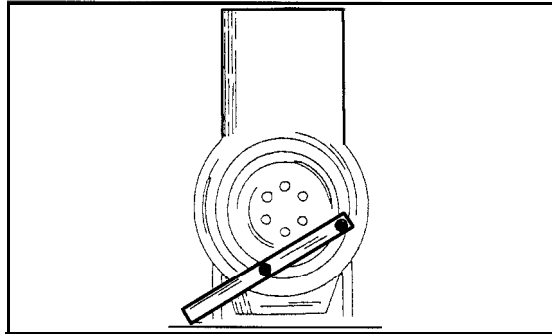

Bild 132
- Schwungrad in geeigneter Weise gegenhalten und die Kupplungsschrauben gleichmässig über Kreuz lösen. Die Schrauben lassen sich auch meistens mit einem abgewinkelten Inbusschlüssel lösen, ohne das Schwungrad gegenzuhalten. Dazu den Schlüssel im rechten Winkel aufsetzen, eine Verlängerung auf das Ende des Schlüssels aufstecken und mit der Hand auf das Ende des Schlüssels schlagen. Durch die Schlagwirkung lösen sich die Schrauben in den meisten Fällen. Zum Gegenhalten des Schwungrades kann man ein Stück Flacheisen an zwei Stellen bohren und mit den Kupplungsschrauben am Schwungrad befestigen, wie man es in Bild 132 sehen kann. Den Motor gut abstützen und die Schrauben des Schwungrades der Reihe nach lösen. Vor dem Abbau der Kupplung mit einem Körner in die Druckplatte und das Schwungrad schlagen, um die Teile miteinander zu zeichnen. Von der Vorderseite des Motors die Schraube der Kurbelwellenriemenscheibe lösen, solange man das Schwungrad gegenhalten kann. Eine Antriebsscheibe eines automatischen Getriebes in gleicher Weise lösen.